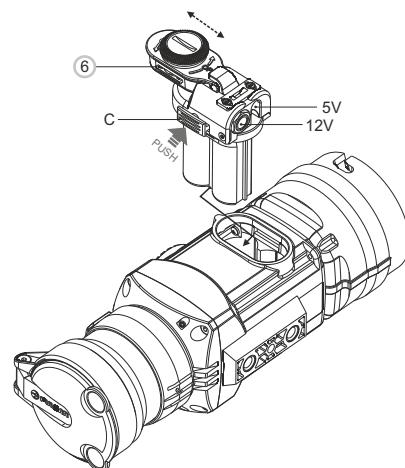

Рис. 3
- Установите переходник внешнего питания в контейнер батарей монокуляра (**см.рис.3**). Убедитесь в том, что защелки (C) адаптера защелкнулись с обеих сторон.
- Закрепите крышку (6) на адаптере (**см. рис.3**).
- Включите прибор кратким нажатием кнопки "ON/OFF" (9).